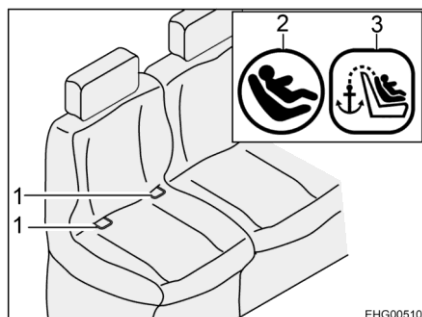
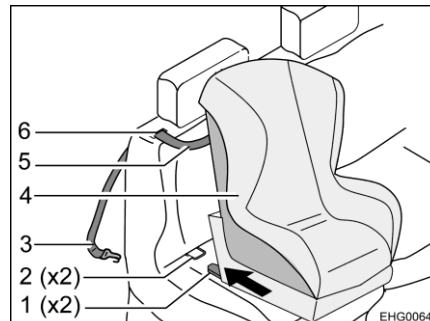

Fig. 12 Siège avec Isofix
Fig. 13 Fixation avec Top-Tether
- Faire passer la sangle Top-Tether (Fig. 13,5) à travers la fente (Fig. 13,6) dans le coussin du dossier (à côté de l'appuie-tête).
- Accrocher le crochet de fixation (Fig. 13,3) au point d'ancrage en face arrière du siège.
- Encliqueter les bras d'encliquetage (Fig. 13,1) dans les étriers de fixation (Fig. 12,1 et Fig. 13,2). Un cliquetis clair doit être entendu.
- Vérifiez à l'aide d'une forte secousse si le siège pour enfant (Fig. 13,4) est bien installé.